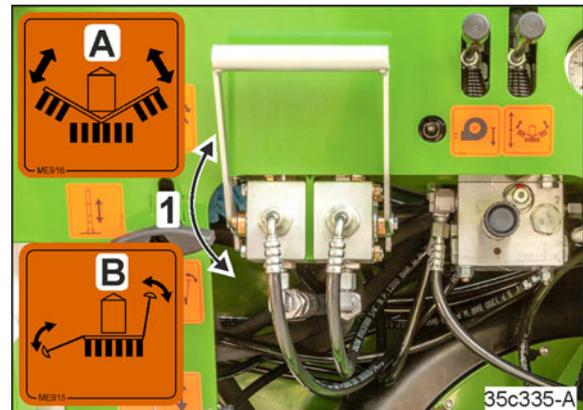

Рис. 223
1. В сочетании с маркерами переместите рычаг клапана (Рис. 223/1) в положение А.
1. Переведите рычаг клапана (Рис. 223/1) в положение В.